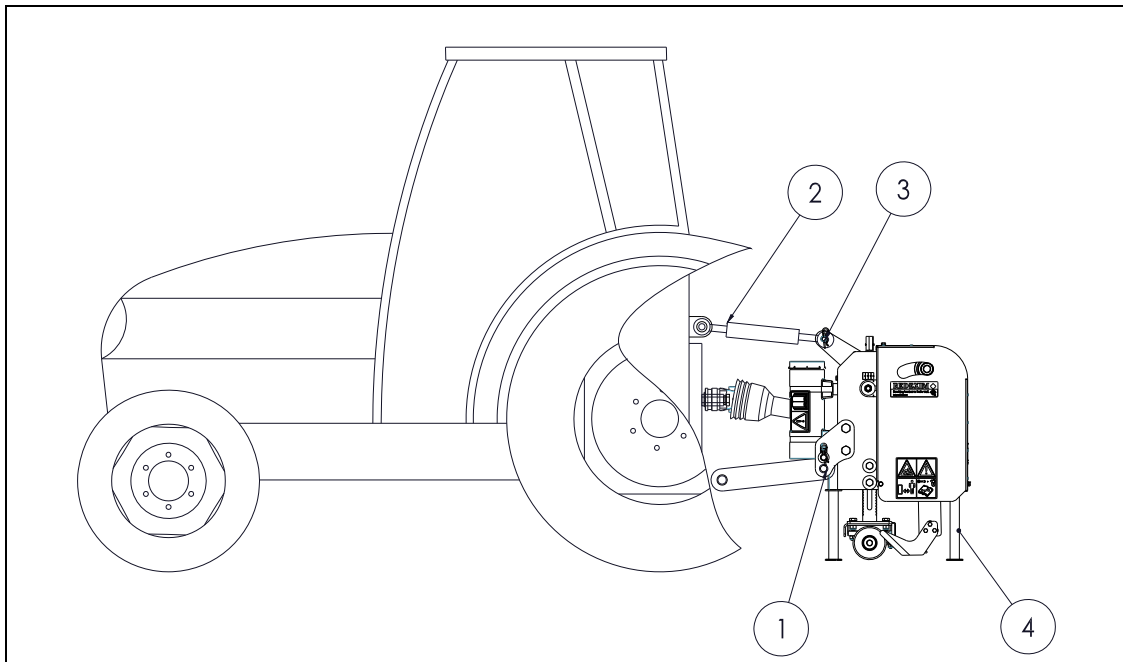

Fig. 7
La méthode est la suivante: (Fig. 7)
3. Retirez les pieds 4 (voir Fig.7)